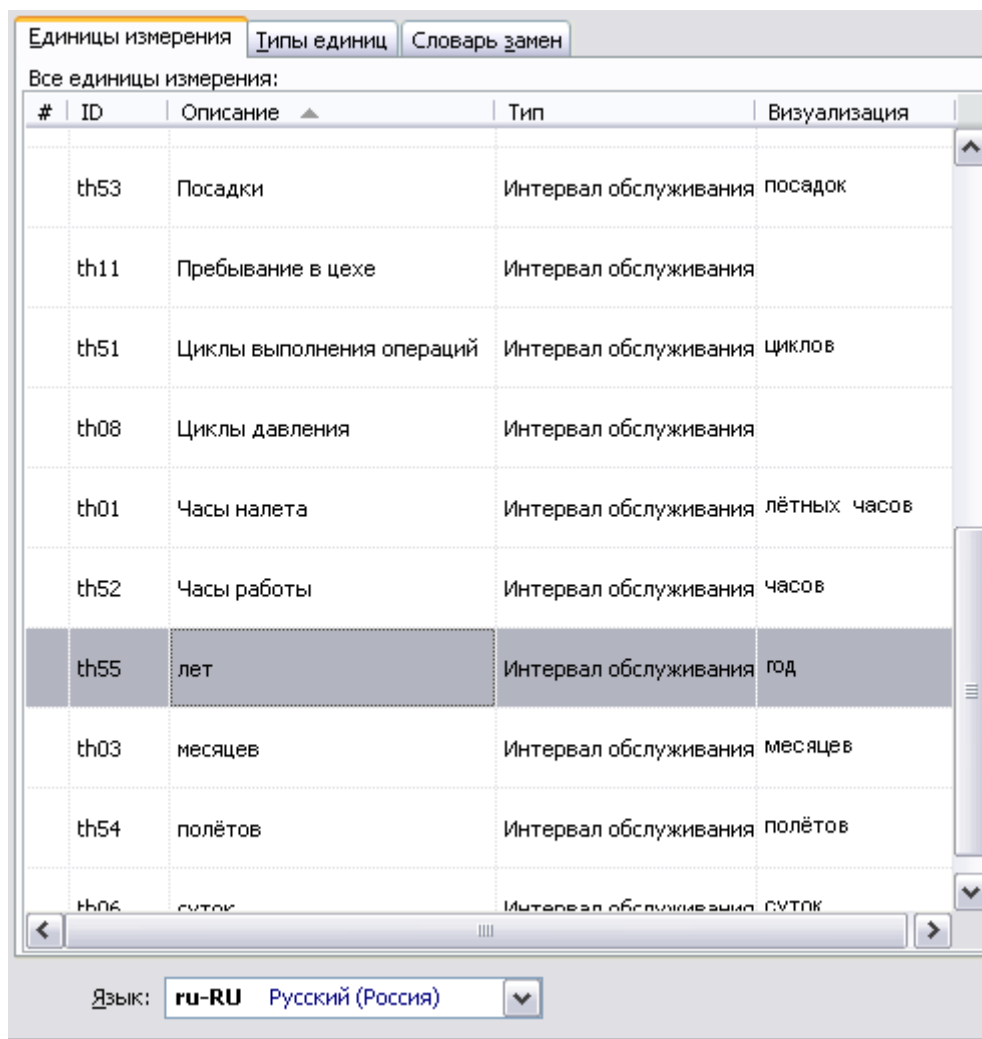

Рис. 3.117
- Нажмите на кнопку **Применить**. Значения, введенные в поля **Описание**, **Тип** и **Отображение**, видны в столбцах **Описание**, **Тип** и **Визуализация** на вкладке **Единицы измерения** (Рис. 3.117).